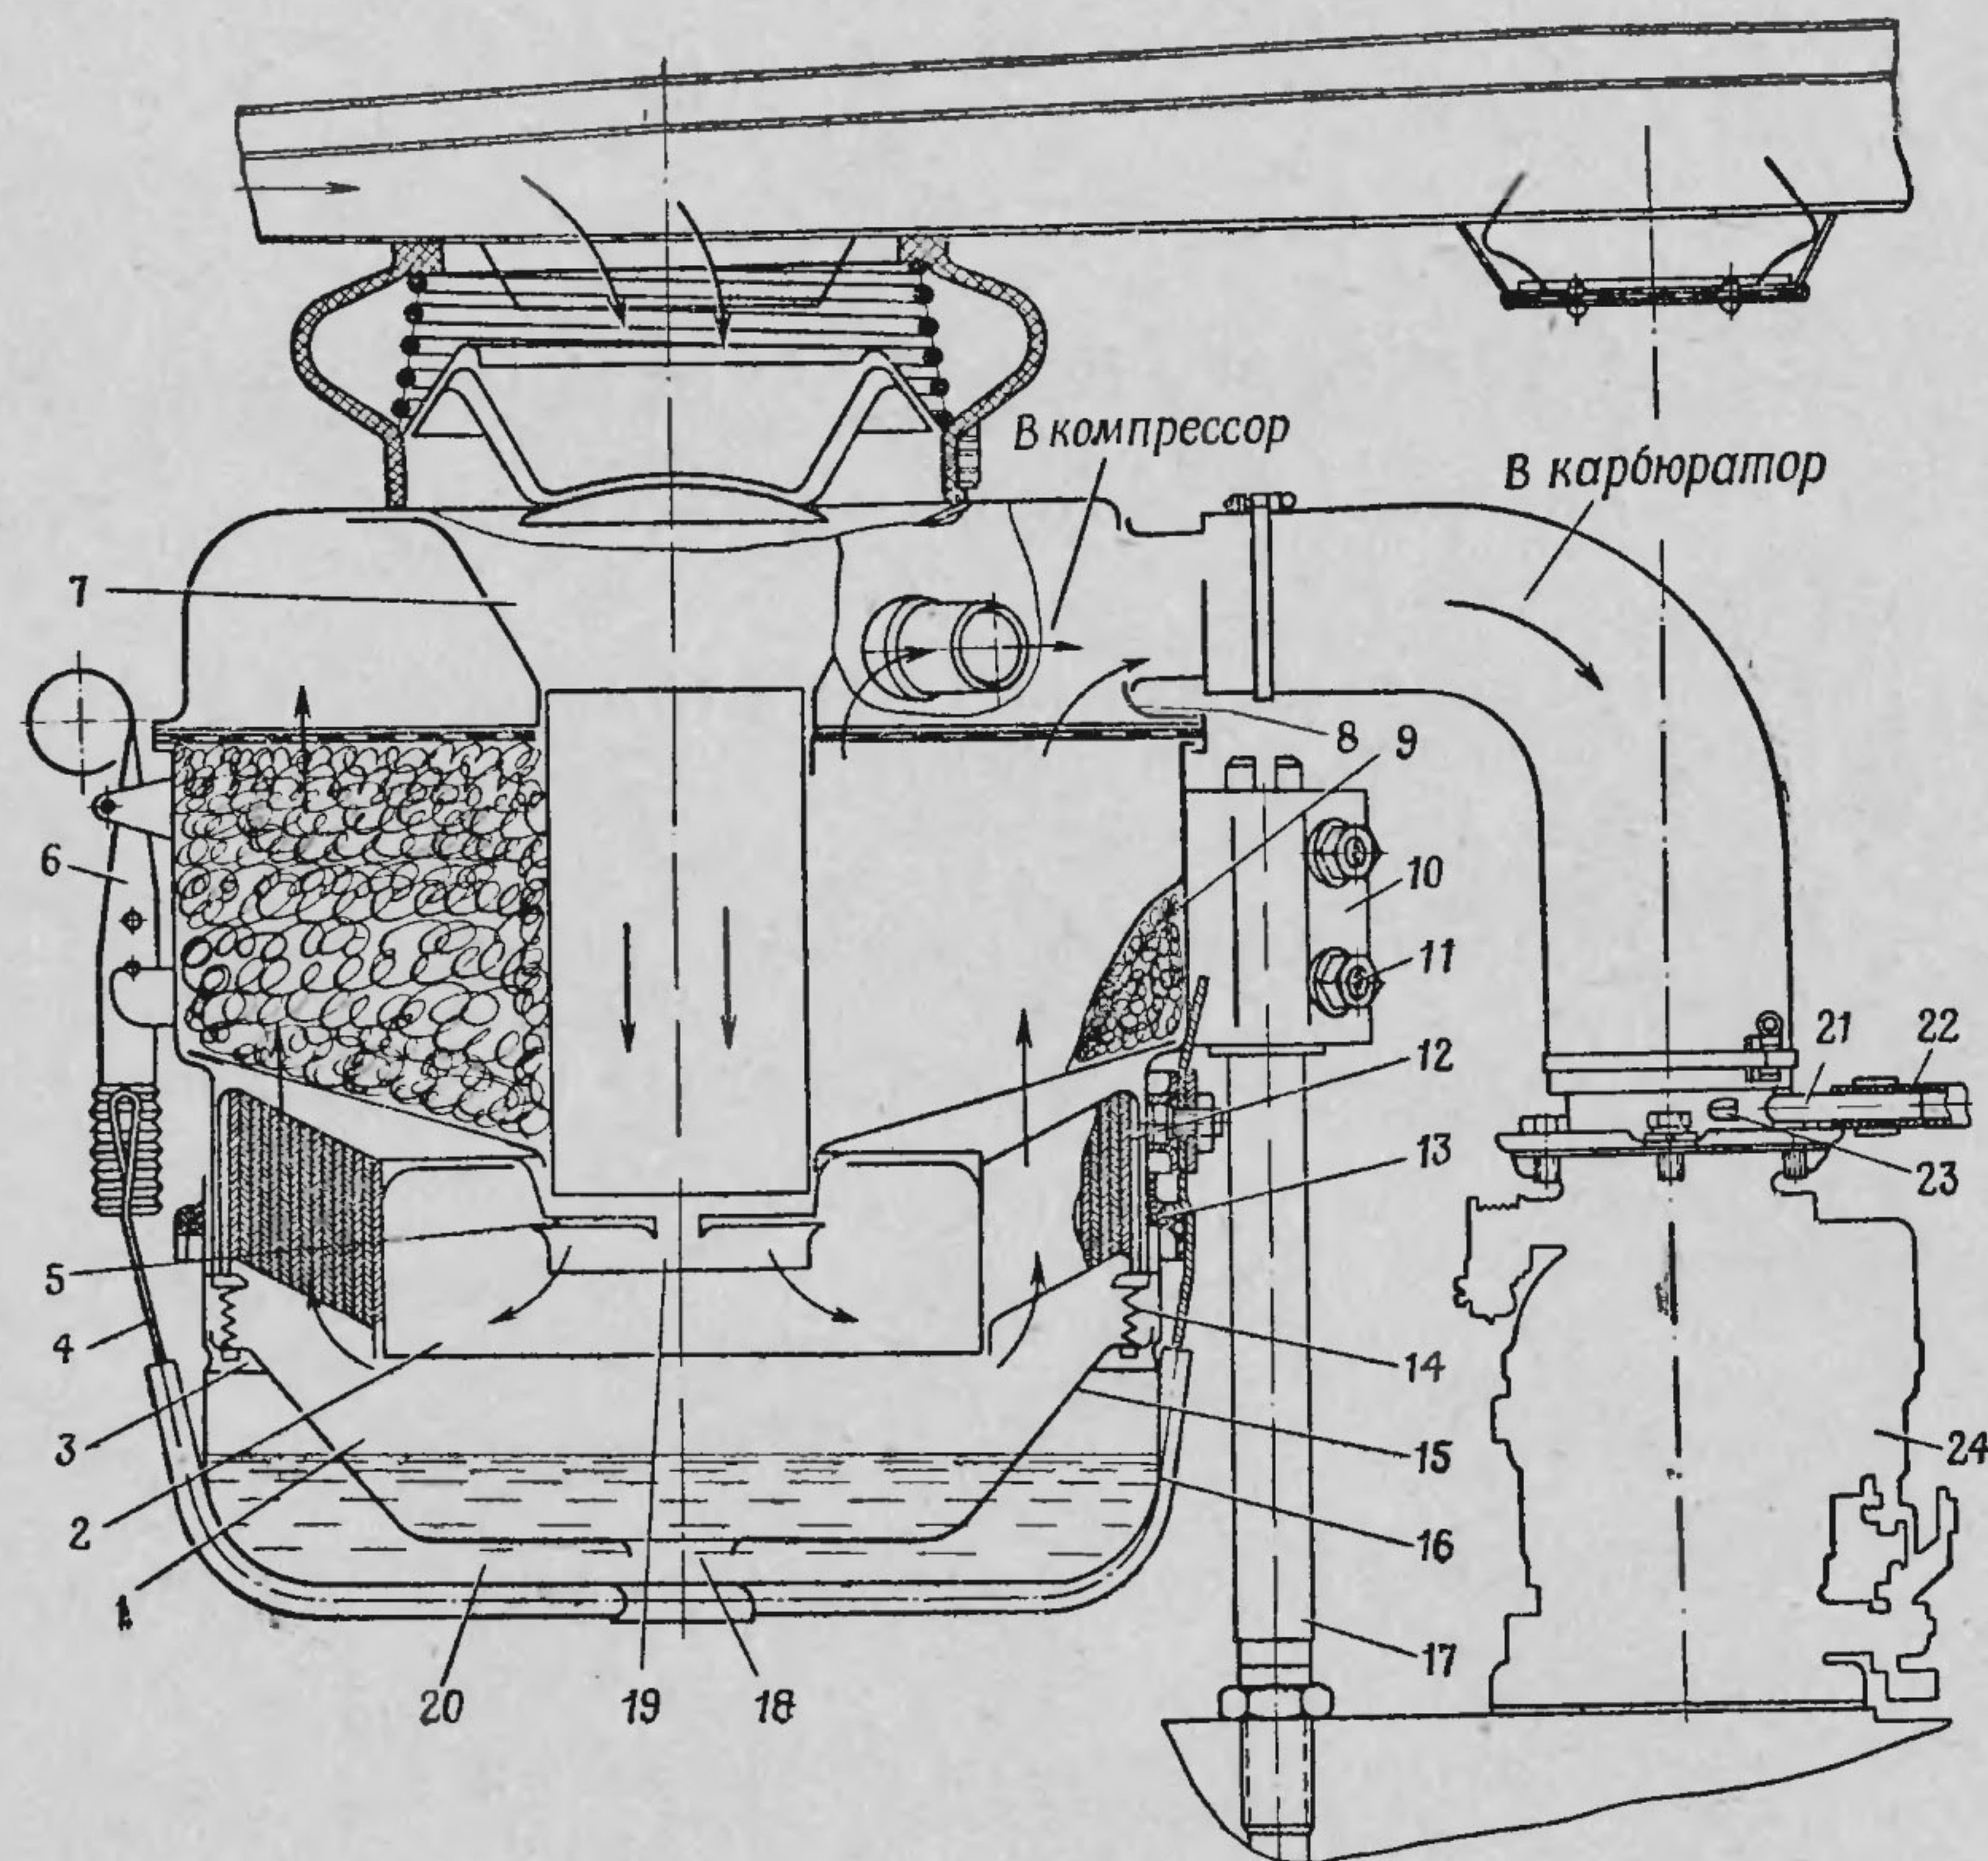

Рис. 37. Воздушный фильтр ПВМ-3:
1. Ослабить стяжные болты кронштейнов 10 (рис. 37) воздушного фильтра.